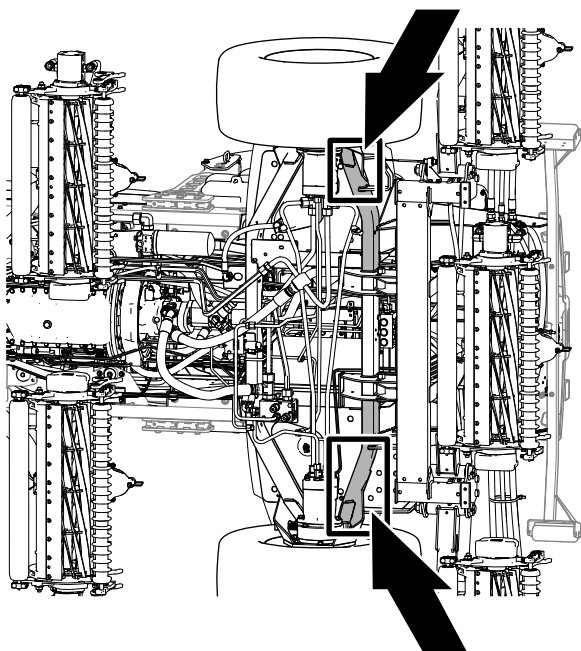

Figura 99
- Parte delantera de la máquina — en el bastidor de la máquina, por delante de los motores de tracción de las ruedas (Figura 99).